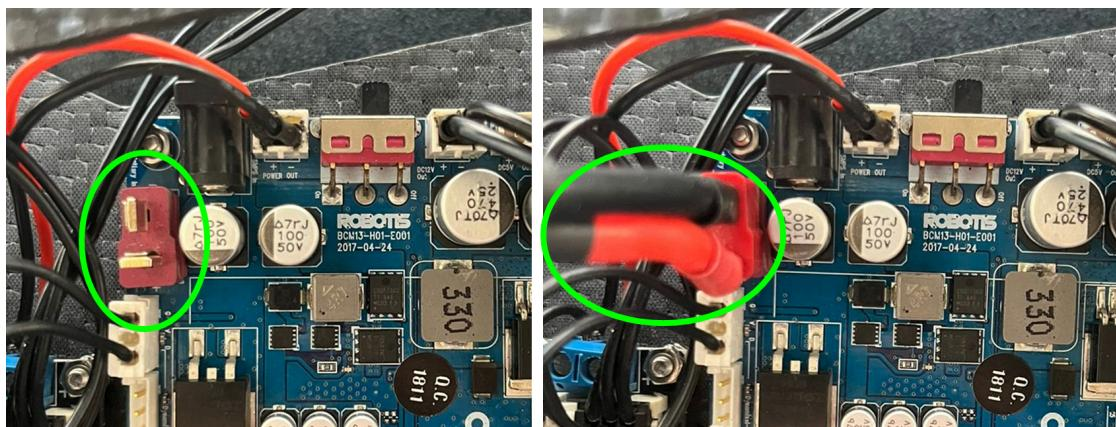

Figura 16. Conexión del robot a la batería.
4. Conecte el robot a la batería por medio de la entrada tipo T (figura 16).